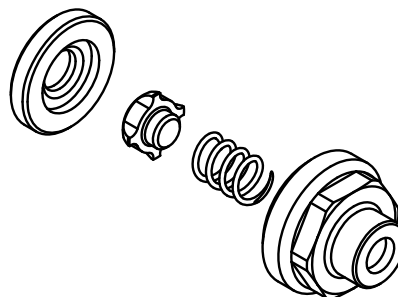

Рис. 20
12. Установите обратный клапан (812) и новую пружину (813) в седло, затем установите крышку (806). Дополнительные сведения об ориентации деталей см. на Рис. 20.
8. Установите обратный клапан (812) и пружину (813) в седло, затем установите крышку (806). Дополнительные сведения об ориентации деталей см. на Рис. 20.